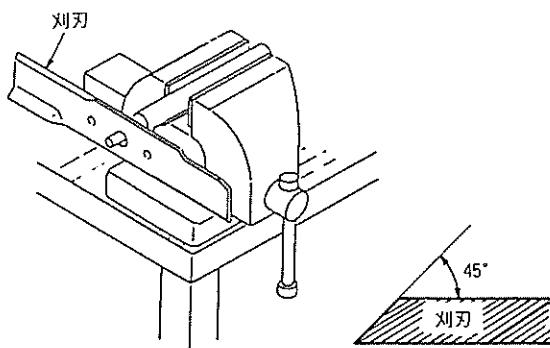

図 44 刈刃のバランスの取り方
- (1) モアを本機から外して、上下ひっくり返して裏向きにする。
- (2) 刈刃とモアカバーの内側との間に木片をはさみ、刈刃を着脱するときに回り止めにする。
- (3) 刈刃締付けボルトを外し刈刃を取り外します。
- (4) 刈刃の刃部の角度は図44のように45°にしておいてください。
- (5) 研ぎ上がった刈刃は取付ける前に回転のバランスを確認してください。刈刃のバランスが悪いと刈刃回転中に振動が発生しモアの破損の原因となります。もしバランスが取れていない場合は、バランスが取れるまで、刈刃の重い側を削ってください。